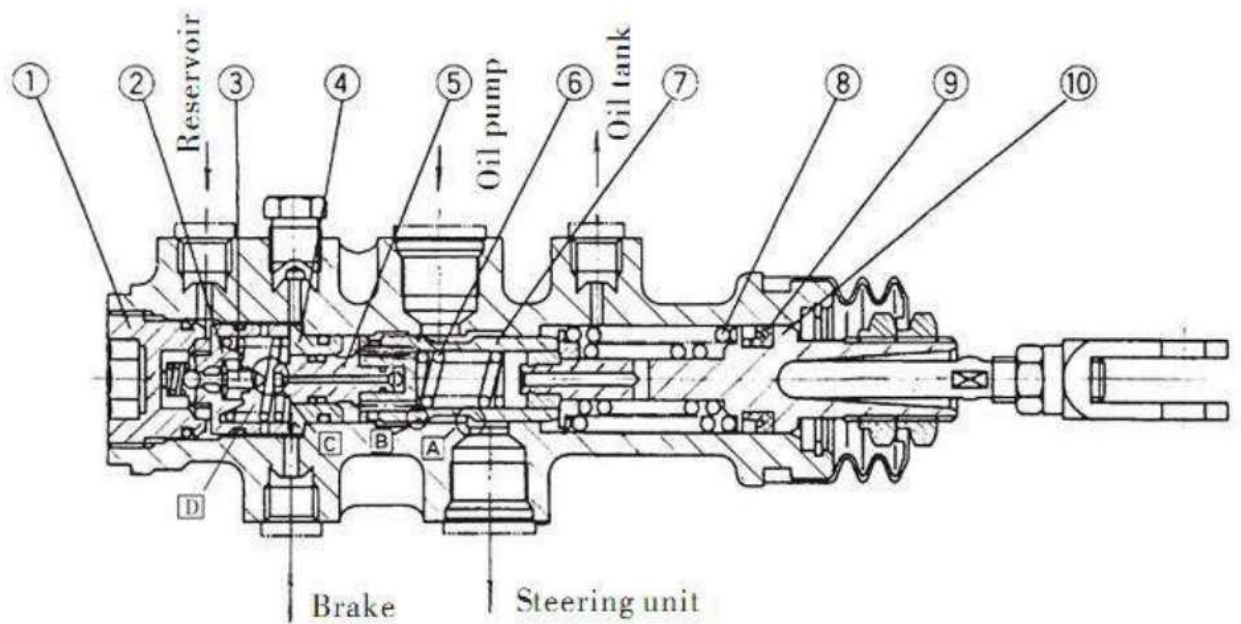

Рис.5.3. Тормозной клапан:
5.2.2. Тормозной клапан (см. Рис. 5.3).